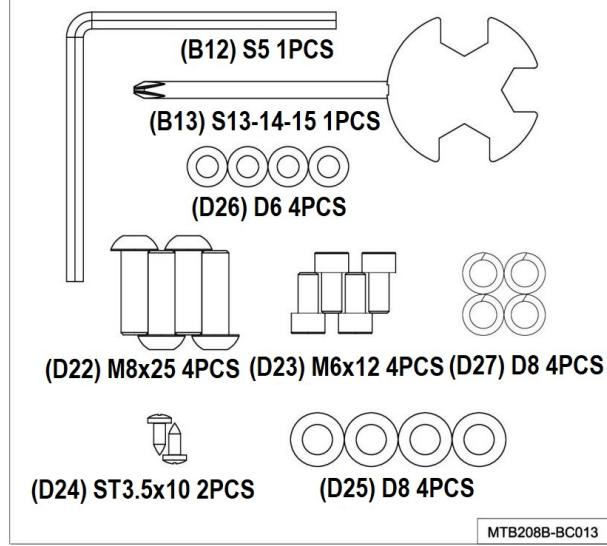

Fig.1
1. Coja el tubo caballete trasero (C) y posiciónelo en el caballete trasero de la maquina, como muestra la Fig.1, e introduzca los tornillos (D22) y las arandelas (D25), (D27) y apriete fuertemente.
Coja el tubo caballete delantero con ruedas (B) y con las ruedas hacia delante, como muestra la Fig.1, introduzca los tornillos (D22) y las arandelas (D25), (D27) y apriete fuertemente.
Coloque el pomo (C05) de la tija del manillar, Fig.1.